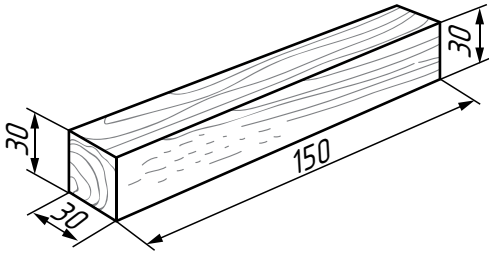
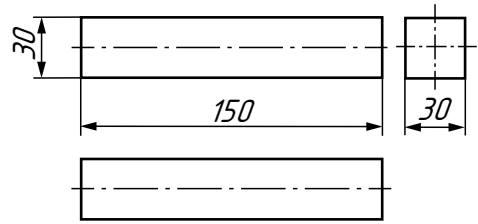

Рис. 2. Технический рисунок детали из древесины
Рис. 3. Чертёж детали из древесины
Светотень показывает более освещённые и затенённые места на поверхности предмета и помогает нам его лучше увидеть. На техническом рисунке могут быть также показаны особенности поверхности, например рисунок волокон на поверхности древесины (рис. 2).
Посмотрите на рисунок 3. Это чертёж той же детали, которая изображена на техническом рисунке (см. рис. 2). На чертеже показаны виды детали спереди, слева, сверху. Если смотреть на неё спереди, то виден прямоугольник. На чертеже указаны его размеры. Если смотреть на деталь сверху, вы видите такой же прямоугольник. Поэтому размеры его не указаны. Если смотреть на деталь слева, то виден квадрат. Его размеры также указаны на чертеже.
1. Найдите и покажите линии, которыми на чертеже детали из древесины обозначены её контуры (см. рис. 3, с. 5).